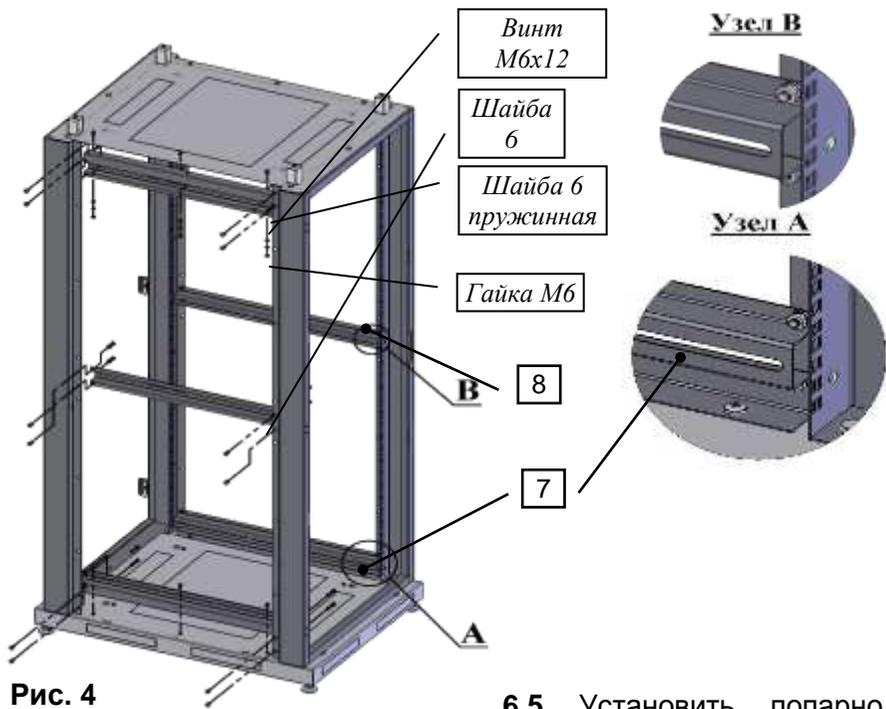

Рис. 4
6.5 Установить попарно в верхней и нижней части шкафа, и закрепить винтами М6х12 с шайбами 6, шайбами пружинными 6 и гайками М6 кулисы универсальные **6** – 4 штуки (см. рис. 4 **Узел А**). Установить попарно кулисы средние **7** – 2 штуки (см. рис. 4 **Узел В**).